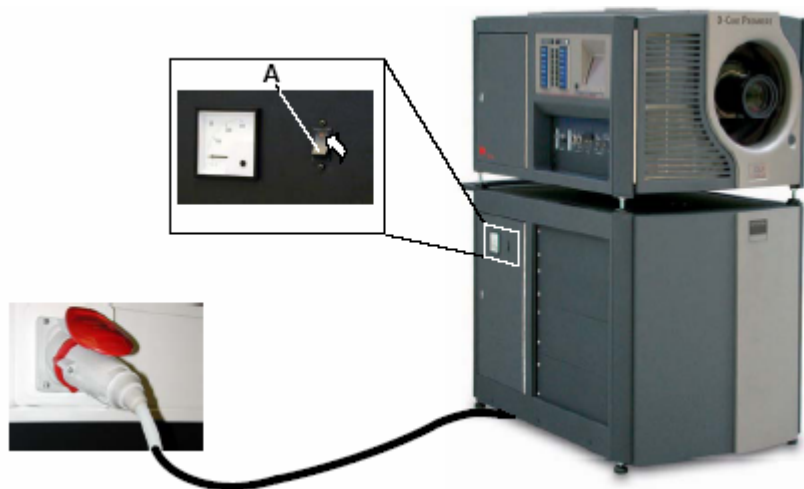

图 6-2 关闭数字放映机
1. 按“O”位置（“关闭”状态）上的翻转开关(A)。 (图 6-2)